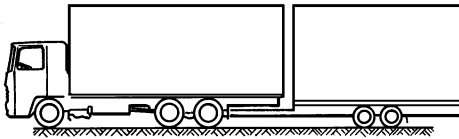

Abb. 6 Zugfahrzeug mit Starrdeichselanhänger
- Vorderachse des Gelenkdeichselanhängers entbremsen (s. Abb. 6)
Beim Einkuppeln eines Starrdeichselanhängers (s. Abb. 6)